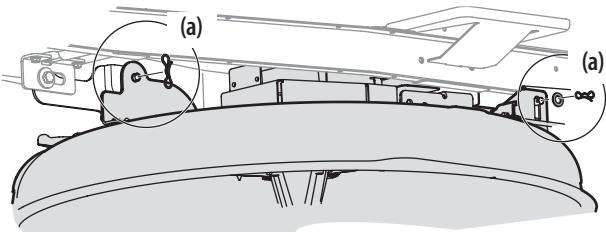

Figura 21
- Extraiga los pasadores de chaveta con unión curva (a) que aún están sujetando la plataforma al montable, como se indica en la Figura 21.
- Asegure la plataforma a los brazos de elevación de la plataforma utilizando dos pasadores de chaveta con unión curva. Consulte la Figura 21.